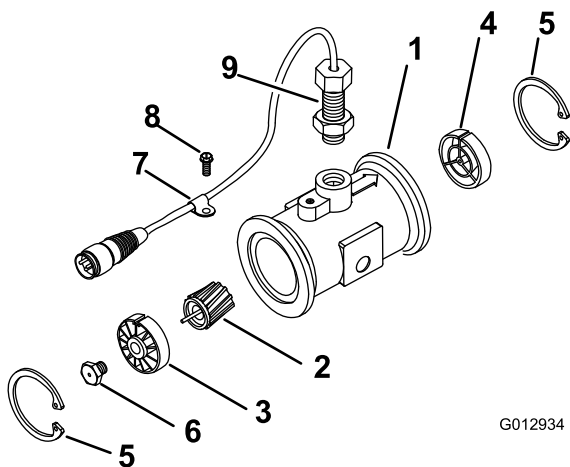

Figure 63
3. Retirez le circlip en amont (Figure 63).